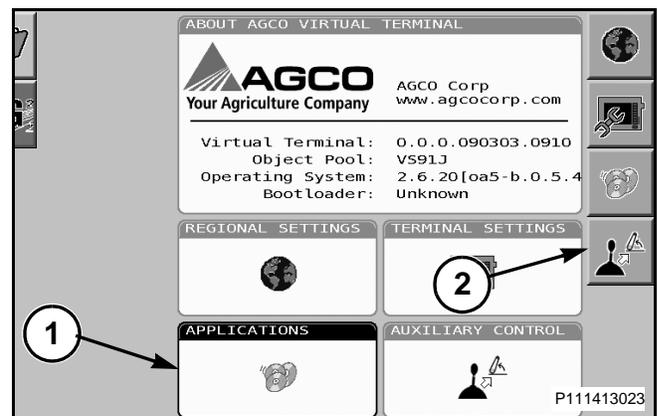

FIG. 92
FIG. 92: Para seleccionar aplicaciones, desplácese hasta la casilla de aplicaciones (1) para resaltarla. Presione el botón de la rueda de selección para seleccionarla o presione la tecla rígida situada junto al icono de aplicaciones (2).